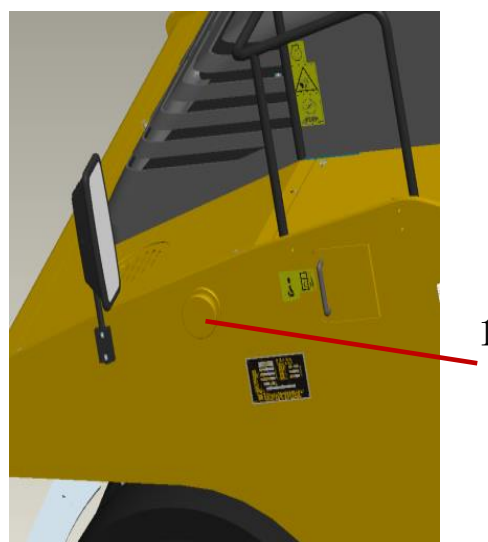

Figura 4-4 Ponte de içamento
- O lado traseiro do chassi é um furo de içamento, e o suporte de içamento da frente é mostrado na Figura 4-4.